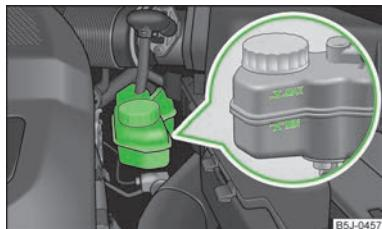

Fig. 121
- › Comprobar el nivel de líquido de frenos en el depósito » fig. 121. El nivel debe encontrarse entre las marcas "MIN" y "MAX".